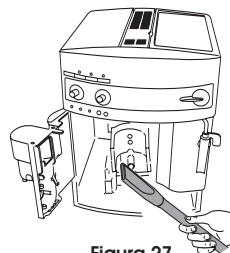

Figura 27
- Pulire accuratamente l'interno della macchina grattandola con una forchetta di plastica o di legno (Figura 26); quindi raccogliere tutti i residui utilizzando un aspirapolvere (Figura 27)